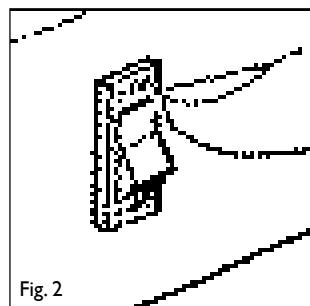

Fig. 2
- Poner el interruptor del ventilador en posición I (Fig.2) y cerciorarse de que el ventilador gire.